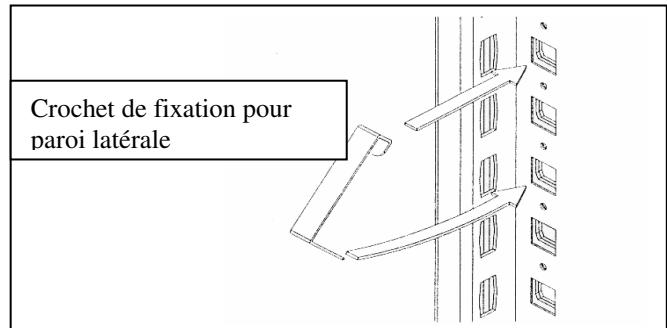

fig.1
3. Placer le segment de paroi latérale inférieur ($h = 1994$ mm) entre les profilés d'appui du châssis. A l'aide des chevilles, fixer des 2 côtés à environ 140 mm en dessous de l'arête inférieure des parois de fond latérales (les trous doivent coïncider !). Pour des étagères d'une hauteur supérieure à 2000 mm, fixer les parois latérales à l'aide de 5 crochets de fixation pour paroi latérale au pas d'un crochet tous les 450-500 mm (voir fig.1) et pliés vers le haut. Pour des étagères d'une hauteur de 2500 mm et 3000 mm, fixer les parois latérales à l'aide de 4 crochets de fixation pour paroi latérale environ 500 mm en dessous de l'arête supérieure de paroi latérale au pas d'un crochet tous les 450-500 mm (voir fig.1) et pliés vers le haut.
4. Disposer le segment de paroi supérieur ($h = 544$ mm pour une hauteur d'étagère $H = 2500$ mm) entre les profilés d'appui du châssis de plain-pied avec le dessus de l'étagère. A l'aide de chevilles, à environ 140 mm en dessous des bords supérieurs de paroi latérale, fixer des 2 côtés. Fixer la paroi latérale des 2 côtés à l'aide d'un crochet de fixation dans la position la plus élevée possible. Fixer le recouvrement (environ 45 mm) des parois latérales inférieures et supérieures des 2 côtés à l'aide d'un crochet pour paroi latérale plié vers le haut (voir fig.1).